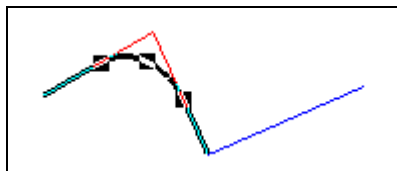
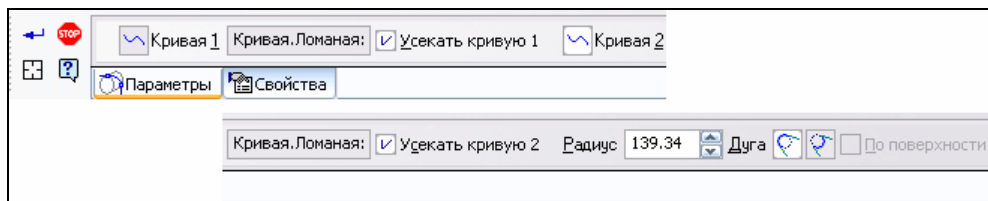

Рис. 6.17. Фантом скругления кривых
Рис. 6.18. Панель свойств команды **Скругление** на вкладке **Параметры**
- ◆ укажите кривые, которые вы хотите скруглить. Появился фантом скругления (рис. 6.17). Радиус скругления определяется автоматически, и его значение появилось в поле **Радиус** на Панели свойств (рис. 6.18). За характерные точки (Узлы) вы можете изменять радиус скругления или задать его на Панели свойств команды **Скругление** в поле **Радиус**;
- ◆ на Панели свойств по умолчанию включено усеечение исходных кривых (т. е. активны опции **Усекать кривую 1** и **Усекать кривую 2**). В этом случае для исходной кривой создается копия и усекается она в точке касания (на рис. 6.17 она видна в виде тонкой линии). Если отключить усеечение, то создается только кривая скругления;